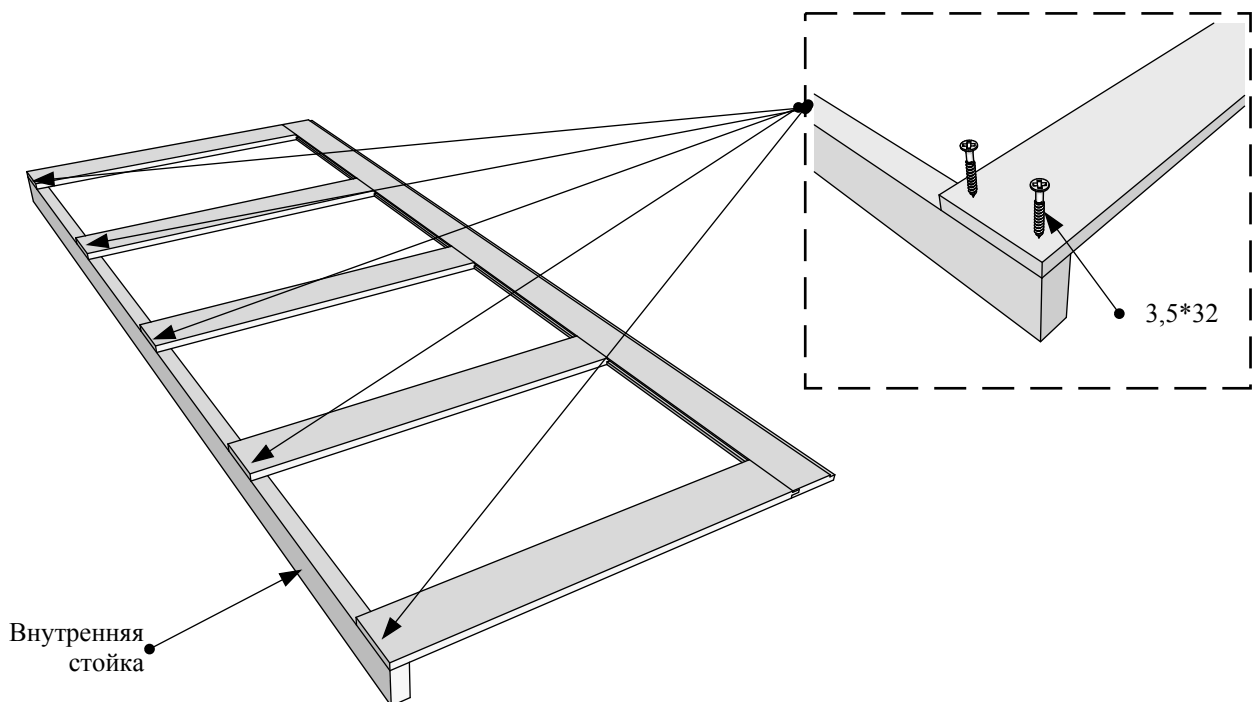

Рисунок 10
4.3 Установить внутреннюю стойку и закрепить её саморезами 3,5\*32. Следите чтобы боковая царга не выходила за плоскость внутренней стойки. Перевернуть пенал на другую сторону и повторить операцию (Рис. 10).